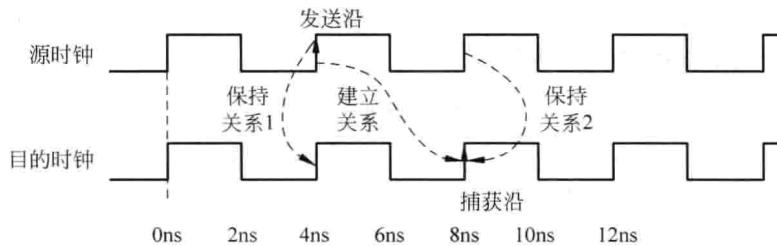

图 8.46 一个路径上建立和保持关系的例子
(1) 默认地,所定义的建立路径乘子是相对于目的时钟的。为了修改相对于源时钟的建立要求,使用`-start`选项。
(2) 类似地,所定义的保持路径乘子是相对于源时钟的。为了修改相对于目的时钟的保持要求,使用`-end`选项。
**注:**如图 8.46 所示,对于每个建立关系,都有两个保持关系。(1)第一个保持关系,保证在活动的捕获沿以前,建立发送沿没有被到达的沿捕获。(2)第二个保持关系,保证在活动的发送沿后的沿没有被活动的捕获沿捕获。时序分析工具计算所有的保持关系,但是在分析和报告中,只保留最“苛刻的”。